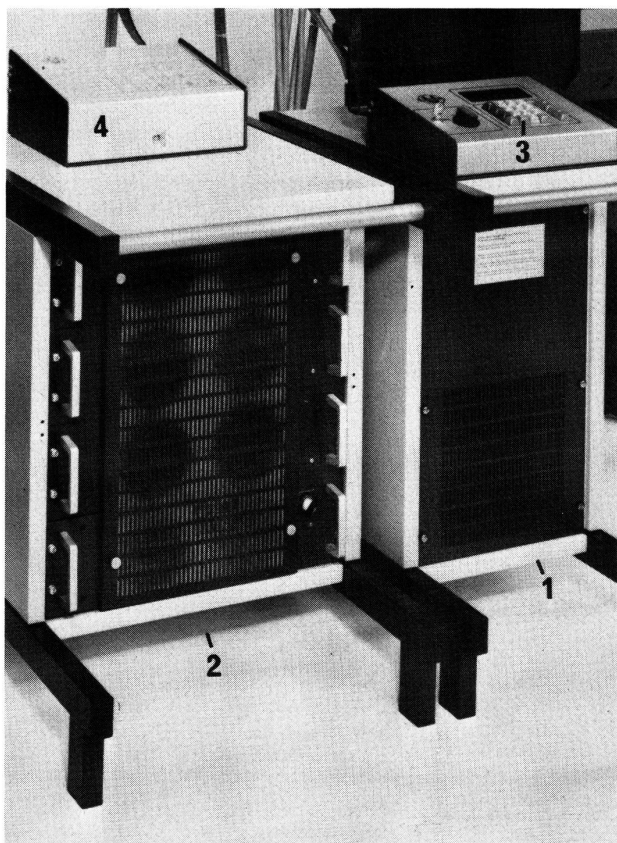

Abb. 9
Die Steuereinrichtung wird gebildet aus der Hauptsteuerung (1, Abb. 9) und der Zusatzsteuerung (2) für die Fadenführerverstelleinrichtung. Beide Einrichtungen sind konzipiert auf der Basis modernster Mikroprozessortechnologie und arbeiten mit dem bewährten, einfachen Universal-Programmiersystem ohne künstliche Programmiersprache. Das Programmiersystem arbeitet im Dialogverfahren mit Klartext-Anzeige. Es wird charakterisiert durch einen sehr logischen Datenaufbau für